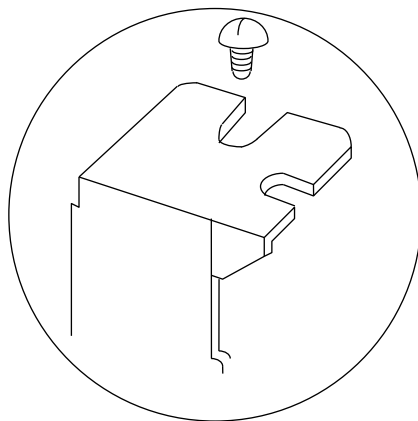

図 1
- (c) 使用するスロットに本カードを差し込みます。このときカード上の部品を傷つける恐れがありますので、レールに沿って真っ直ぐに入れてください。また、差し込んだカードのコネクタとパソコンのコネクタが正しく接続されるようによく押し込んでください。（カードを差し込んだら、図 1 のネジで本カードのフロントパネルを確実に固定してください。）
- (b) 図 1 のネジを外し、カードを持ち PCI Express スロットから引き抜きます。